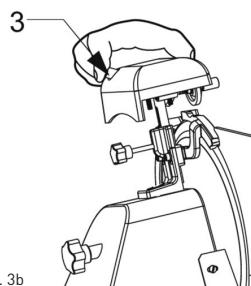

FIG. nr. 3b
- druk op de kleine knop (3) (zie FIG. nr. 3b), laat het mes voor ongeveer 30/40 sec. tegen de slijpmolen draaien om braam te produceren op de rand van het mes;